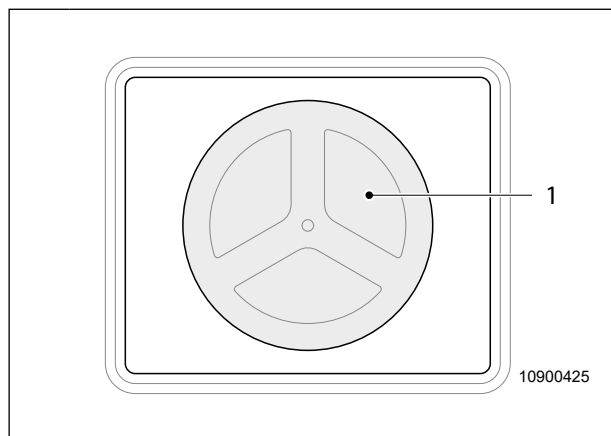

Fig. 47 Apertura di pulizia
L'apertura di pulizia (Fig. 47, pos. 1) serve per gli interventi di manutenzione e di pulizia nel serbatoio dell'acqua potabile. L'apertura di pulizia si trova sotto una copertura nella parte posteriore del veicolo.